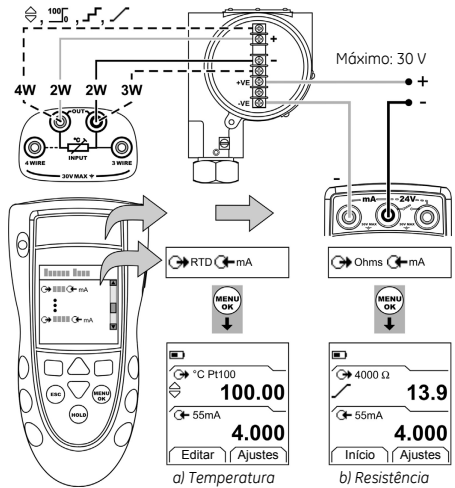

Figura 3: Exemplo de configuração – Calibração de transmissor com alimentação externa do loop
1. Conecte o instrumento (Figura 3/4) e, se necessário, ajuste o *Conf.* (Tabela 1).